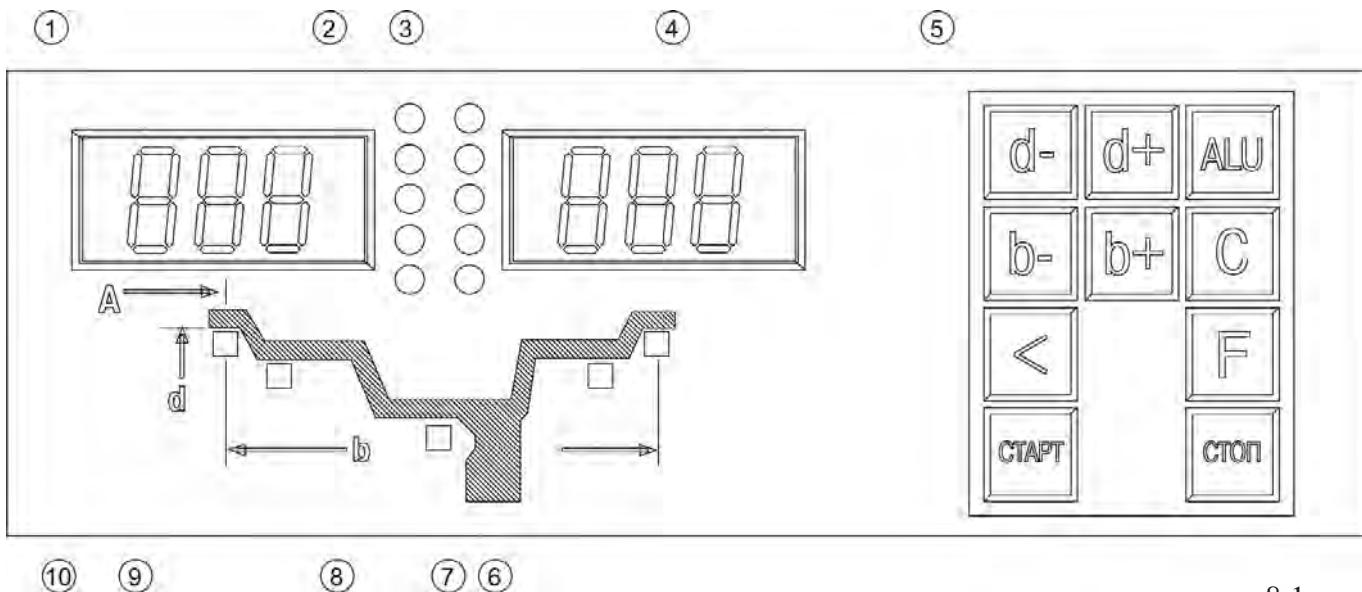

рис. 8.1.
8.1. Общий вид лицевой панели показан на рис. 8.1.
При выдвижении штанги на индикаторах 1 (рис. 8.1) отображается символ « $A$ », а на индикаторах 4 значение параметра « $A$ ». После возвращения штанги в исходное состояние на индикаторах 1 и 4 некоторое время сохраняется значение параметра  $A$ , затем показания на них возвращаются к отображению текущих значений масс корректирующих грузов.
11.2. Переключение схем ALU1-ALU5 осуществляется последовательным нажатием кнопки «ALU» при этом схема установки грузов отображается загоранием соответствующих светодиодов 6-10 (рис.8.1), кроме того, на индикаторах 1 отображаются символы ALU, а на индикаторах 4 номер 1-5. Через 2-3 сек. после установки требуемой программы ALU индикаторы 1-4 переходят в режим отображения дебаланса.
12.1. При включении тумблера питания СБ на индикаторах 1 (рис. 8.1) высвечивается трехзначное число – номер версии программного обеспечения. Через 2-3 сек на индикаторах 1 и 4 должны загореться нули, кроме того должны загореться светодиоды 6 и 10 , что
свидетельствует о включении режима стандартной балансировки с установкой на обеих плоскостях коррекции грузиков на пружинках. На линейках 2 и 3 (рис. 8.1) должны загореться центральные светодиоды.
12.2. При включении СБ программа измерения дебаланса настраивается таким образом, что дебаланс менее 8 г ( заводская установка) на любой плоскости коррекции не показывается, в этом случае на индикаторах 1 и 4 (рис. 8.1) высвечиваются «0». Минимальный дебаланс отображающийся на индикаторах 1 и 4 равен 8 г. Дебаланс, превышающий 8 г, округляется до величины кратной 5, т. е. дебаланс 9, 10, 11 и 12 г отображается цифрой 10, дебаланс 13, 14, 15, 16 и 17 г – цифрой 15 и т. д. Для просмотра неокругленного значения дебаланса или дебаланса менее 8г. необходимо нажать кнопку «<», при этом на индикаторах 1 и 4 на 2-3 сек высвечиваются фактические значения дебаланса, определенные в данном запуске.
12.4.1. Вручную поворачивайте колесо, при этом свечение светодиодов на линейках 2 и 3 (рис. 8.1.) будет перемещаться, и в какой-то момент на одной из линеек загорятся все светодиоды.
12.4.4. Для проверки результатов балансировки снова запустите СБ. Если колесо отбалансировано правильно, на индикаторах 1 и 4 (рис.8.1.) отображаются «0».
Если после поворота колеса так, чтобы на линейке 2 или 3 (рис.8.1) загорелись все светодиоды, первоначально установленный груз находится в зоне А, вместо него следует поставить более тяжелый груз. Если в зоне Б, вместо него следует установить более легкий груз. Если груз находится в одной из зон В, его следует сместить в направлении, указанном стрелками.
13.2.1. Войти в программу калибровки СБ, для чего нажать и удерживать кнопку «С». На индикаторах 1 и 4 (рис. 8.1), появятся мигающие символы «CAL». После звукового сигнала символы «CAL» загораются постоянно.